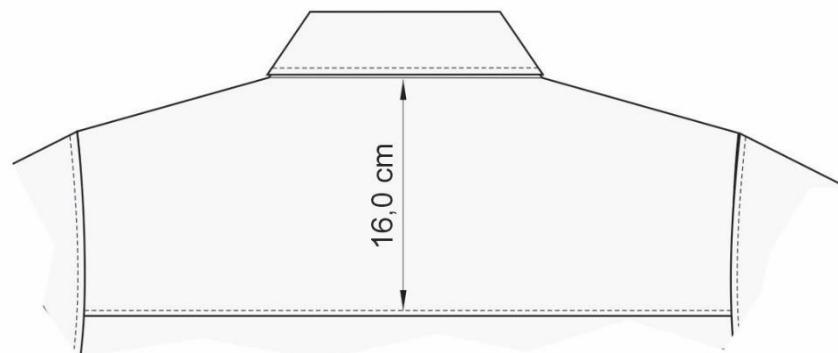

Figura 16 – Detalhes da pala (tolerância $\pm 0,5$ cm)
4.1.13 Costas da camisa social masculina com pala composta por dupla folha de tecido medindo do centro decote a altura 16,0 cm (ver figura 16).